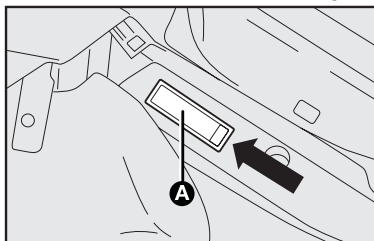

fig. 23
- con un destornillador (no suministrado), retire la óptica **A-fig. 23** actuando en el punto indicado;